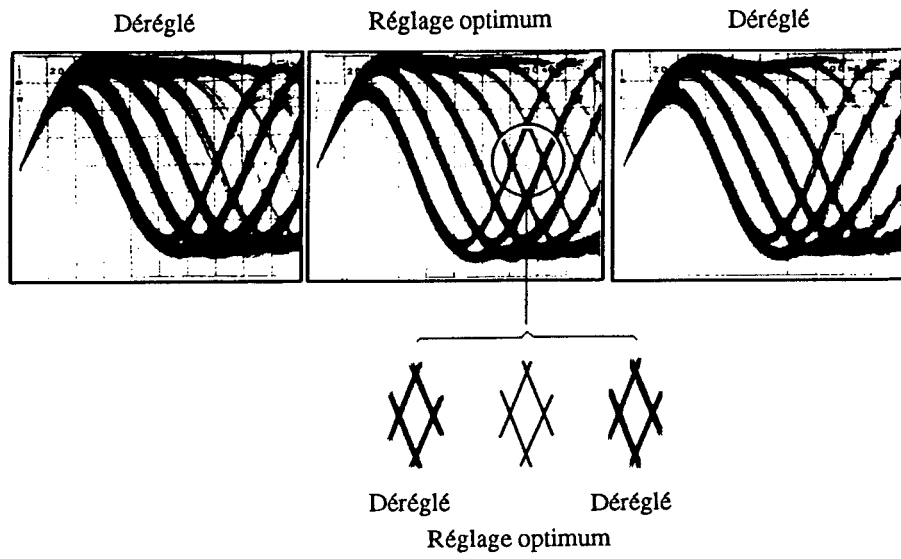

Figure 5 Motif en oeil
3. Ensuite, ajuster la vis d'inclinaison tangentielle à l'aide un tournevis Phillips, de façon que le motif en oeil (c'est-à-dire, le diamant au centre du signal RF) soit le plus clariement visible (Figure 5).